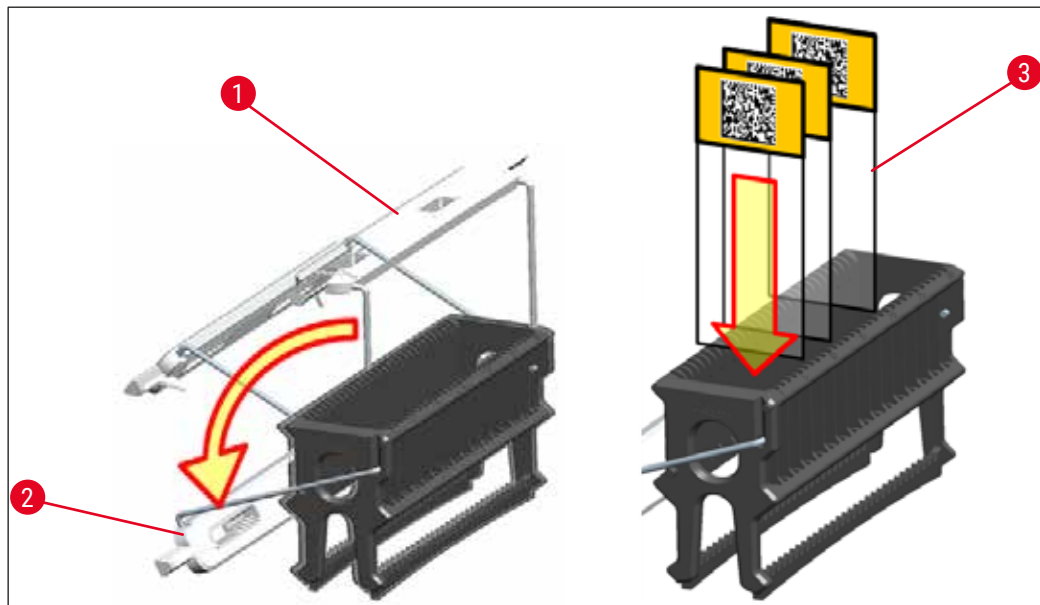

Abb. 85
- Die Vorderseite des Objekttägerhalters ist gekennzeichnet mit dem Leica Logo. Mit angebrachten Bügel ist bei Aufsicht auf dem Bügel **FRONT** zu lesen (→ "Abb. 85").
1. Den Bügel des Objektträgerhalters in die aufrechte Position klappen (→ "Abb. 85").